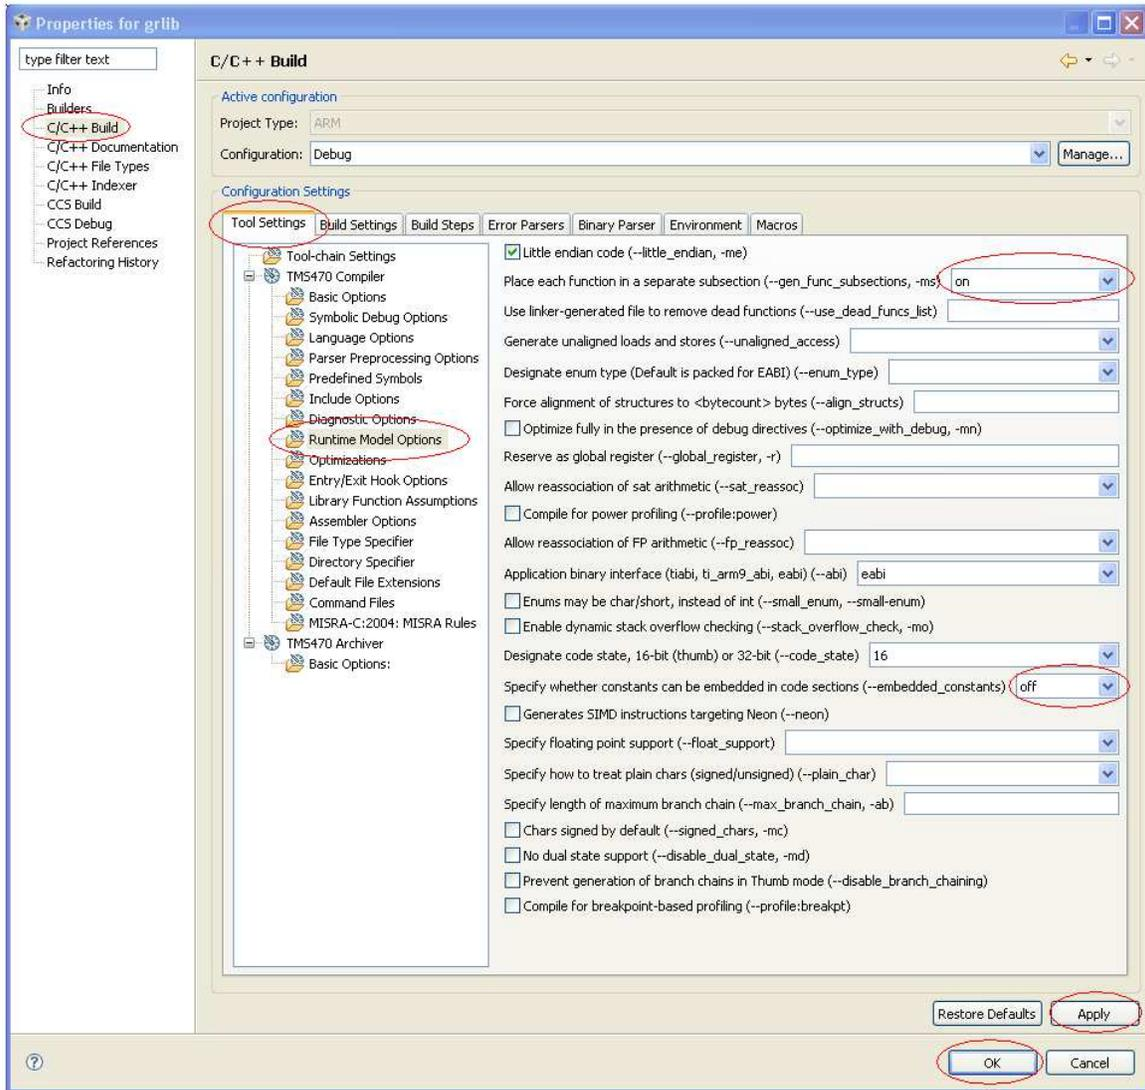

图 34. 针对 grlib 的属性 (调试)
8. 下一步, 如图 34 中所示 → 选择 **Predefined Symbols** 并通过单击  按钮来把附加定义添加到 **Pre-define NAME** 部分中。如图 34 中的红圈所示, 添加预先定义的名称。请注意大小写并包含以下两个符号: